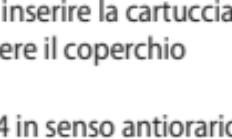

Fig. 4
- f) Se necessario applicare sul puntale di miscelazione le punte intraorali (Fig. 4). E' possibile estrudere una quantità maggiore di materiale se la punta intraorale viene accorciata di ca. 1mm.